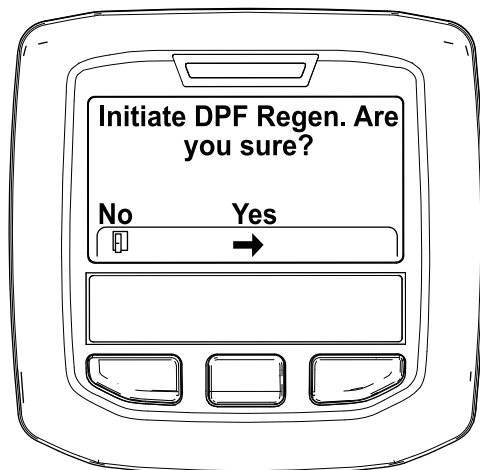

Figura 50
4. Quando viene visualizzato il messaggio "Inizializzare Rigen. FAP?" premete il pulsante centrale (Figura 50).